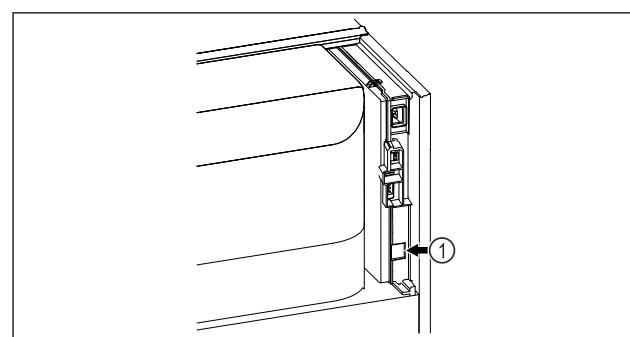

Fig. 47
- To SmartModule Fig. 47 (1) είναι τοποθετημένο.